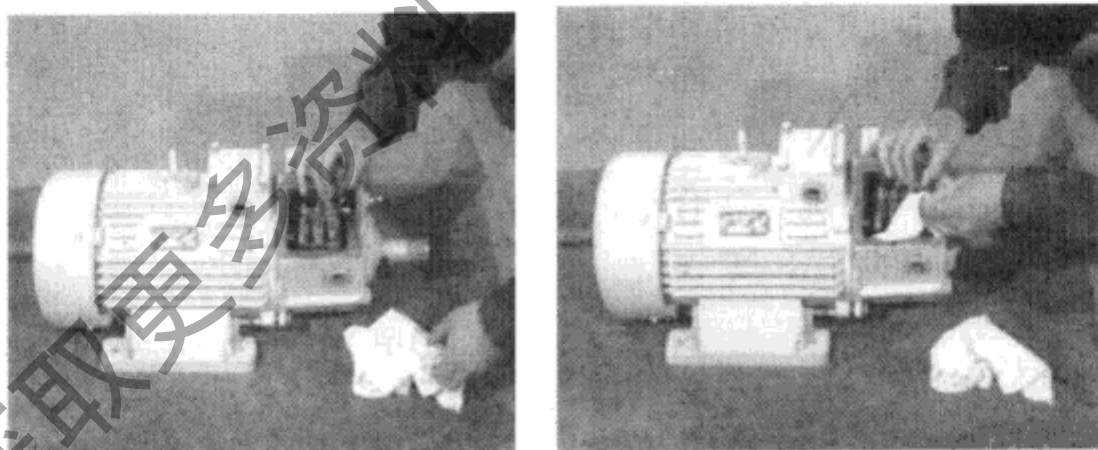

图 3-22 检查滑环并清理油垢
⑥ 对于绕线型电动机，应着重检查电刷与滑环、换向器间的接触情况以及电刷磨损程度、火花大小等，如图 3-22 所示。